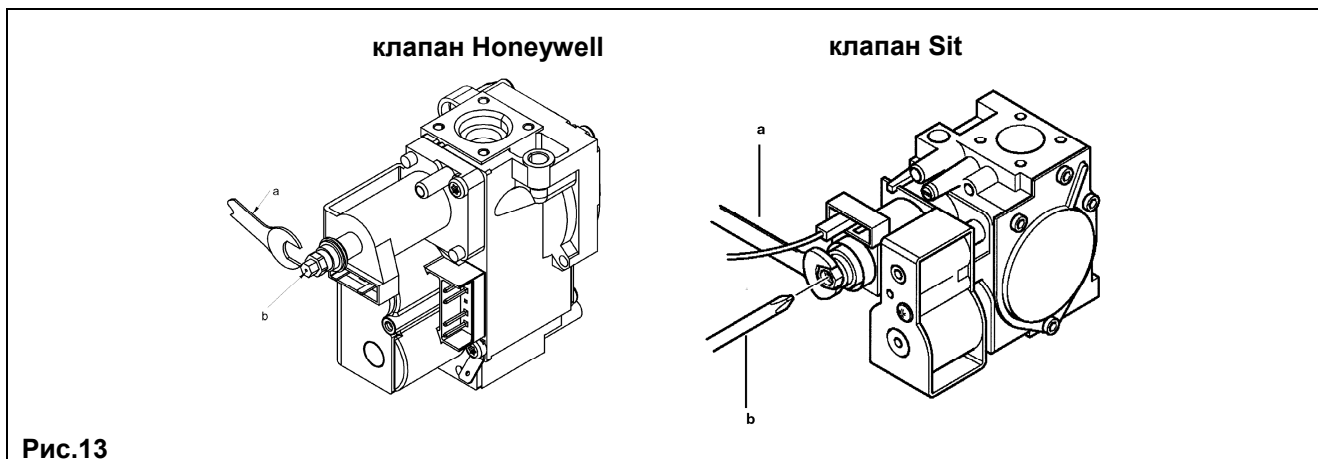

Рис.13
- Проверить давление газа на горелке согласно таблице 1 для соответствующей модели котла и соответствующего типа газа. При необходимости снять крышку модулятора и поворачивать латунный винт (винт **a**, рис.13) до достижения давления, указанного в таблице 1 для соответствующей модели котла и соответствующего типа газа.
- Отсоединить провод питания модулятора. Котел перейдет в режим минимальной мощности. Проверить давление газа на горелке согласно таблице 1 для соответствующей модели котла и соответствующего типа газа. При необходимости поворачивать винт (винт **b**, рис.13) до достижения давления, указанного в таблице 1 для соответствующей модели котла и соответствующего типа газа.